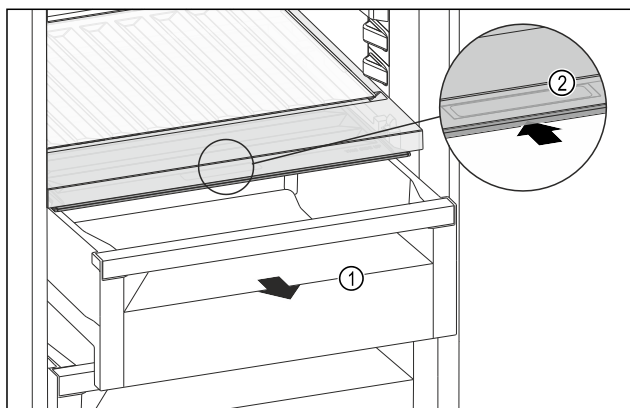

Fig. 156
- ▶ Извлеките выдвижной ящик Fig. 156 (1).
- ▶ Возьмитесь за утопленную ручку Fig. 156 (2) на крышке отделения и одновременно введите крышку отделения назад.